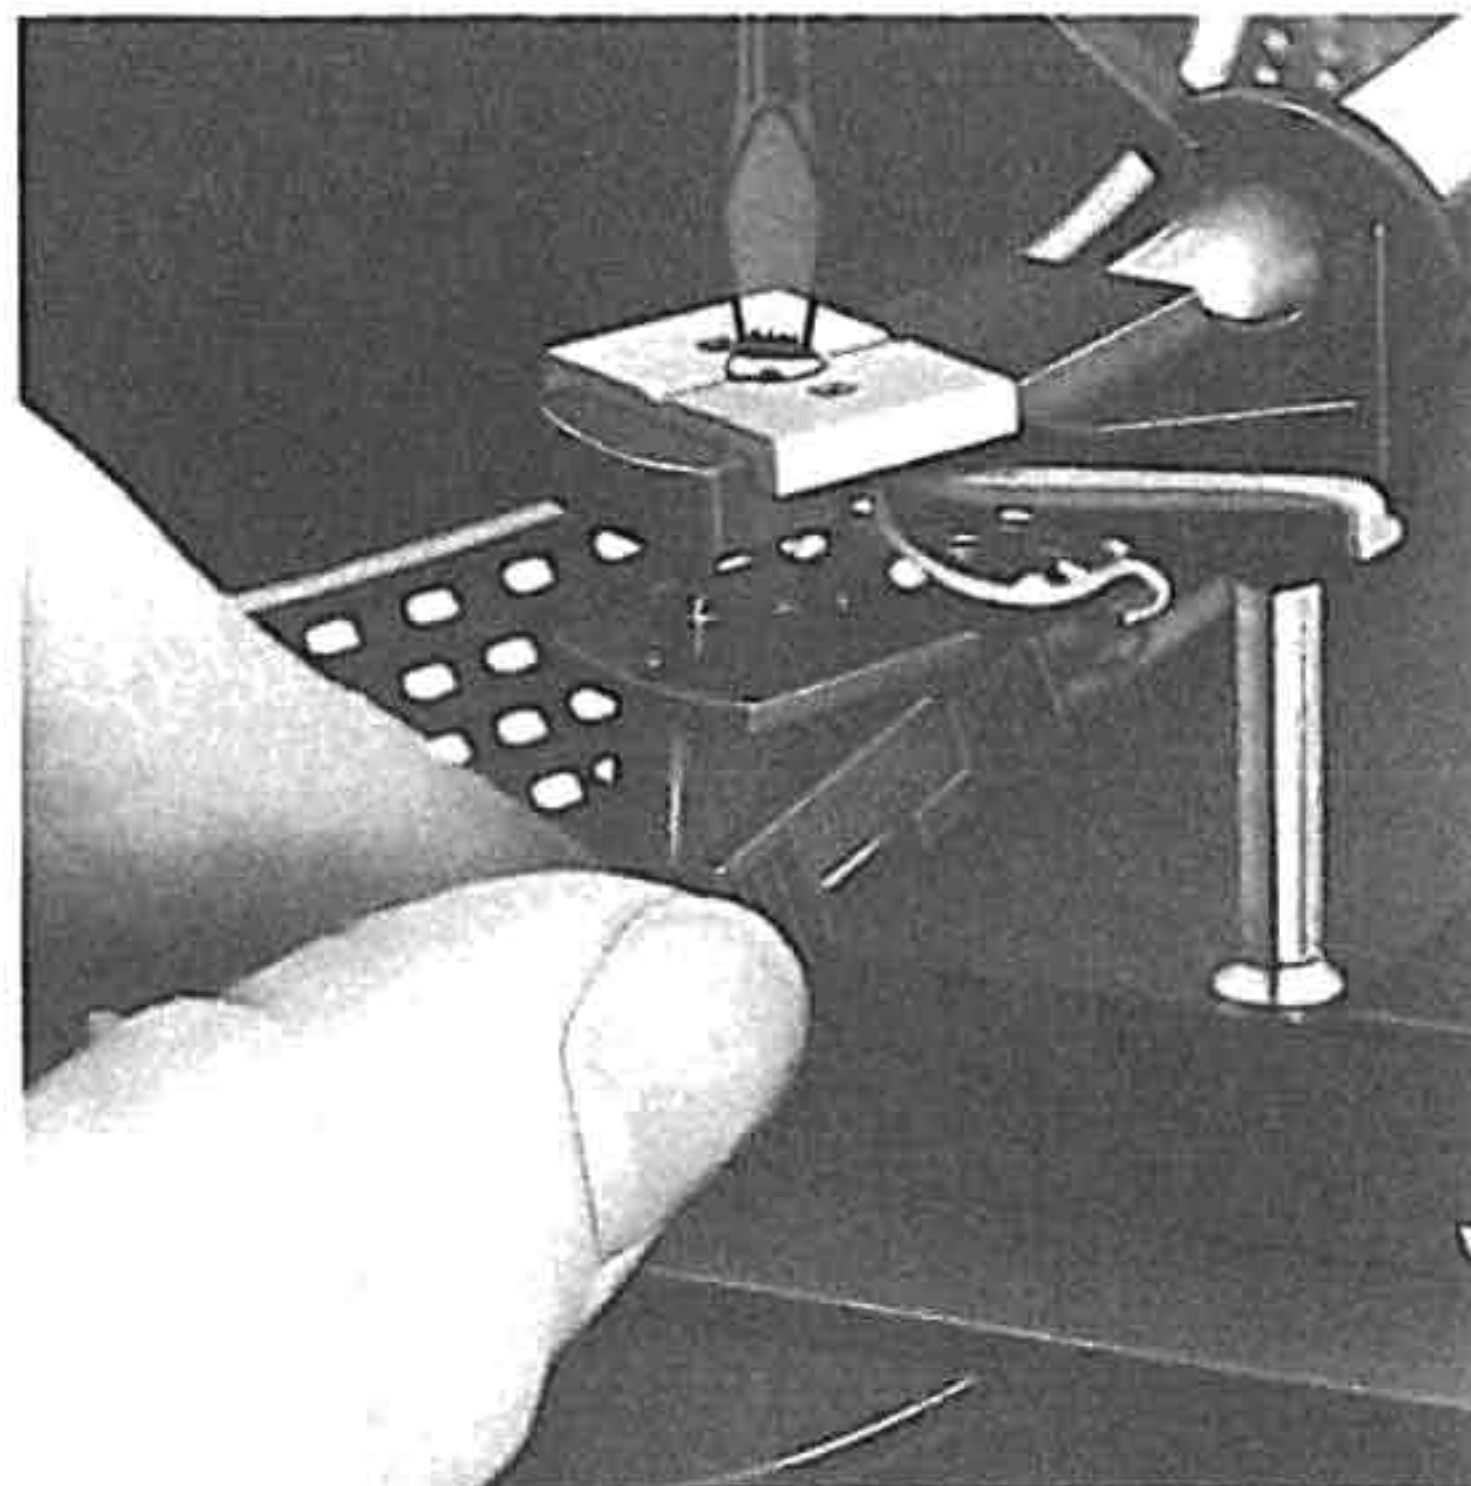

Fig. 6
- Per levare la testina bisogna girare la vite di fissaggio (11) in senso antiorario, tenendo la testina ben ferma, perché altrimenti cadrebbe (Fig. 6). Sfilare i fili del braccio dalle spine di contatto della testina.